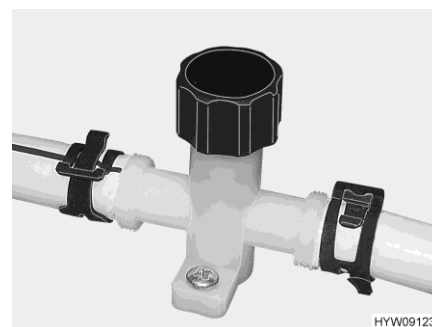
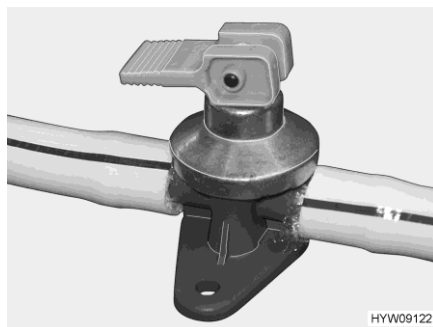

Fig. 191 Robinet de vidange (conduite d'eau)
Fig. 192 Robinet de vidange
- Fermer les robinets de vidange (Fig. 192 et Fig. 191). Tourner pour cela les capuchons dans le sens des aiguilles d'une montre ou mettez le commutateur à bascule à l'horizontale. L'emplacement de la valve de sécurité et de vidange et des robinets de vidange est présenté au paragraphe 10.7 à la fin de ce chapitre.